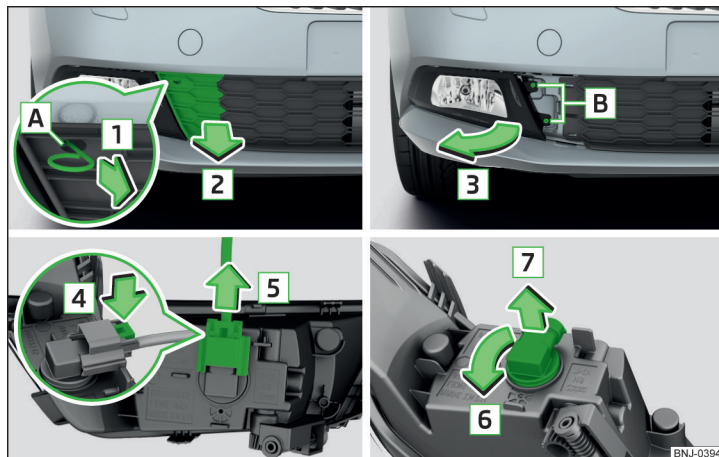

Fig. 290 Retirar el faro antiniebla / cambiar la bombilla
- Introducir en la apertura **A** » fig. 290 el estribo para retirar los tapacubos integrales.
- Monte el faro antiniebla en sentido contrario al de la flecha **3** » fig. 290 y enrósquelo.